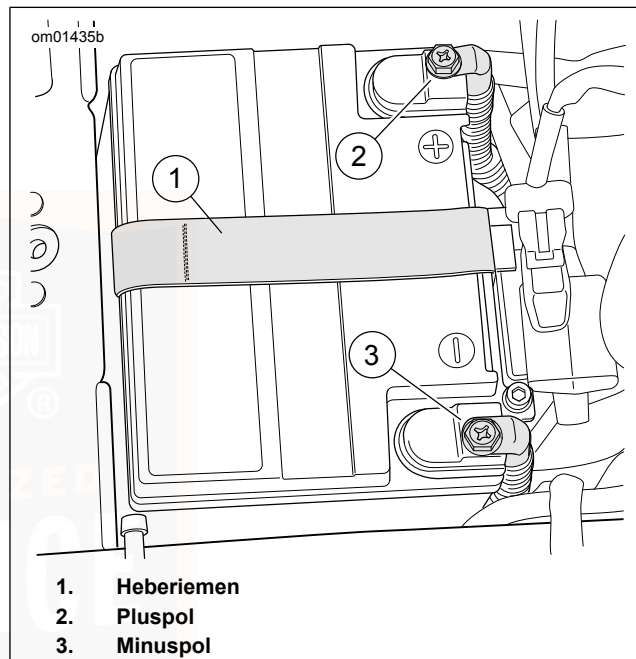

Abbildung 109. Batteriefach
10. Siehe Abbildung 109 . Beide Batteriepolverschraubungen (2, 3) lösen, den Minuspol der Batterie zuerst.
11. Den Batterieheberriemen (1) nach oben ziehen, um die Batterie anzuheben. Wenn die Batterie weit genug angehoben wurde, um sie gut fassen zu können, Batterie greifen und komplett ausbauen.
3. Siehe Abbildung 109 . Die Batterie mit der Kontaktseite nach vorne in die Batteriegrundplatte einsetzen.